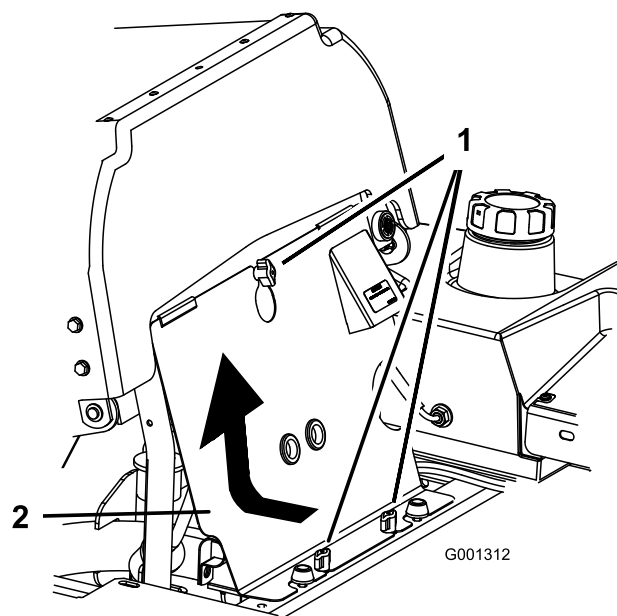

Figura 91
3. Allentate le manopole del pannello anteriore del motore e rimuovete il pannello (Figura 91).